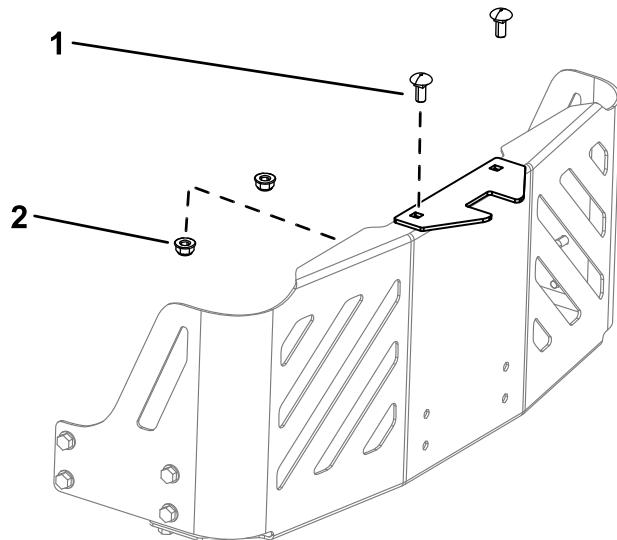

Figura 10
1. Montate la staffa di stabilizzazione sulla protezione del motore utilizzando 2 bulloni a testa tonda (5/16" x 3/4") e 2 dadi di bloccaggio (5/16") (Figura 10).